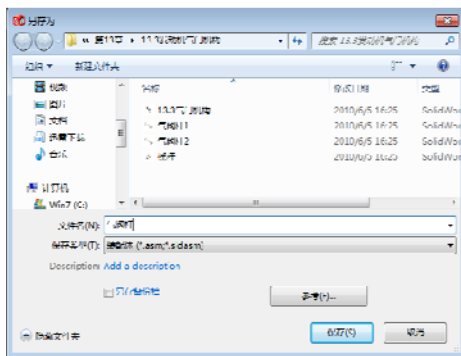

图 16-156 保存组件
- 17 在【文件名】列表框中输入“气阀杆组件.SLDASM”，单击【保存】按钮，保存气阀杆组件，如图 16-156 所示。